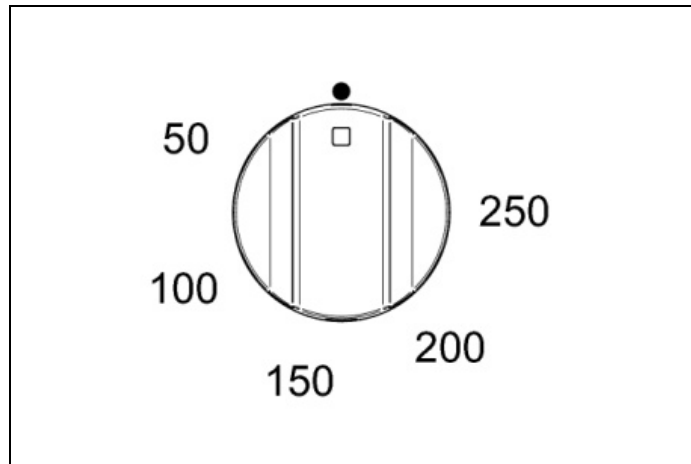
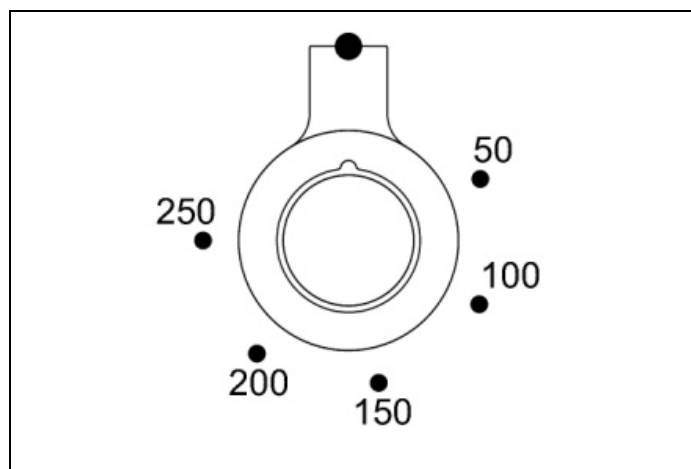
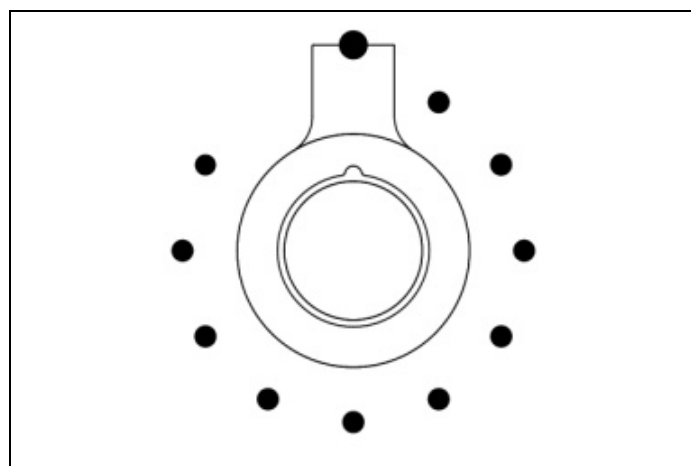

Fig. 26
Fig. 27
Fig. 28
- 2) Vrid temperaturvredet (Fig. 26 - Fig. 27 och Fig. 28 endast PRO T-modellen) medurs för att välja önskad temperatur. Den orange lampan släcks när ugnen har nått den valda temperaturen och är redo att användas. Det är normalt att denna lampa tänds och släcks under tillagningen så att elementen bibehåller en konstant temperatur (ugns drift indikeras av programmeringsdisplayen endast för PRO T-versionen).